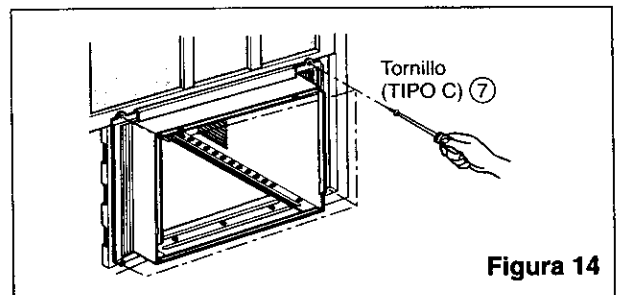

Figura 14
- 14** Fije cada panel guía al marco de la ventana usando los tornillos (TIPO C) ⑦. (Figura 14)